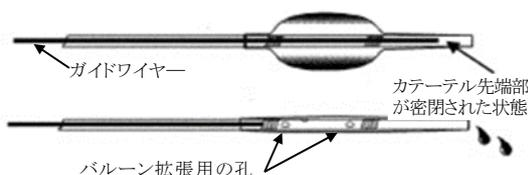

図 2
- 3) ガイドワイヤーのコイル部分(遠位部 10 cm)で、カテーテル先端部をシーリングすることにより、バルーンを拡張する(図 2 参照)。